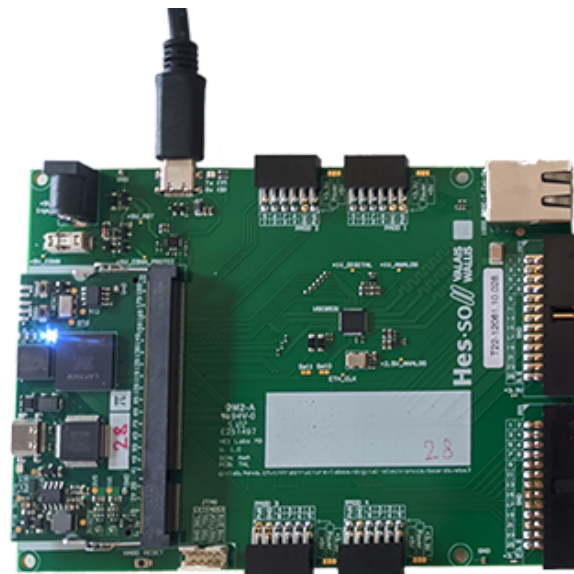

Abbildung 7: EBS3 FPGA Platine [3]
- Ein Entwicklungsboard FPGA, siehe Abbildung Abbildung 7.